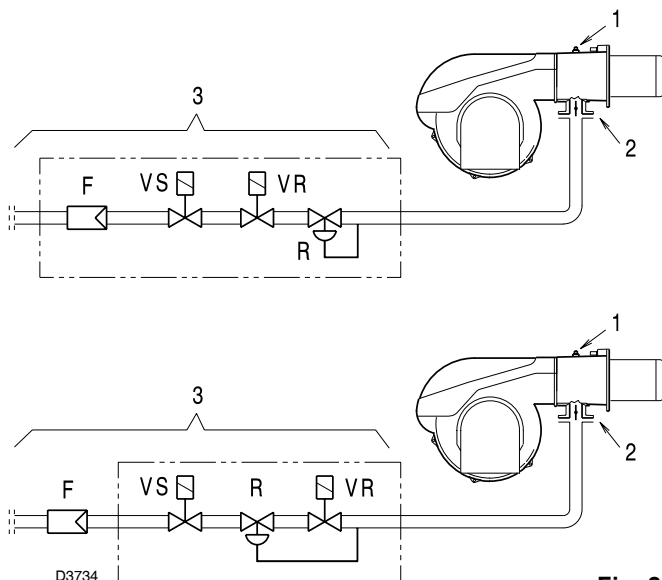

Fig. 20
Pression gaz mesurée à la prise 1)(Fig. 20), avec:
Perte de charge vanne papillon gaz 2) (Fig. 20) avec ouverture maximale: 90°.
Perte de charge rampe 3)(Fig. 20) comprenant:
- soustraire de la pression du gaz à la prise 1)(Fig. 20) la pression chambre de combustion.
Pression du gaz à la prise 1)(Fig. 20) = 19 mbar
Pour connaître la pression de gaz nécessaire sur la prise 1)(Fig. 20), une fois établie la puissance MAX. à laquelle on veut faire fonctionner le brûleur:
- Lire sur la droite, colonne 1, la pression à la prise 1)(Fig. 20).
Pression nécessaire à la prise 1) (Fig. 20).